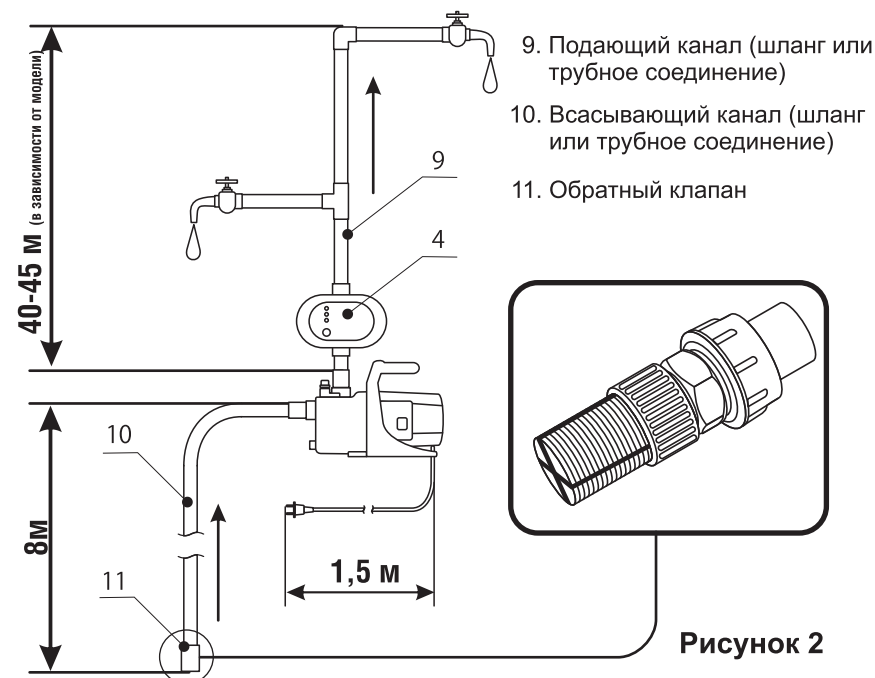

Рисунок 2
4.3 В качестве всасывающего канала 8 (рис. 2) используйте качественные, неповрежденные шланги или трубы, заводского производства, диаметром не менее 1" (для глубины забора более 5 м, можно устанавливать шланг диаметром 1 1/4") и 1" резьбовым соединением типа "папа". Присоединенный всасывающий шланг опустите в скважину на глубину не более 8м. Подробная схема включения разводки трубных соединений изображена на рис. 2.
В качестве подающего канала 9 (рис. 2) используйте качественные, неповрежденные шланги или трубы, заводского производства, диаметром не менее 1" и 1" резьбовым соединением типа "папа". Прокладку подающего канала производите в соответствии с рис. 2 (общая высота подачи воды не более, указанной в таблице 1, характеристики для Вашей модели садового насоса).